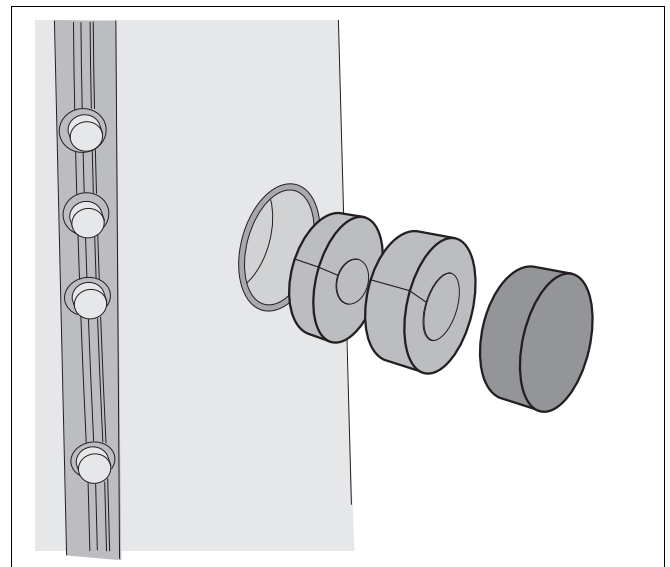

Рис. 11 Мелкие детали теплоизоляции на глухом штуцере
- На глухие штуцеры (рис. 11) уложите части теплоизоляции и установите заглушку.